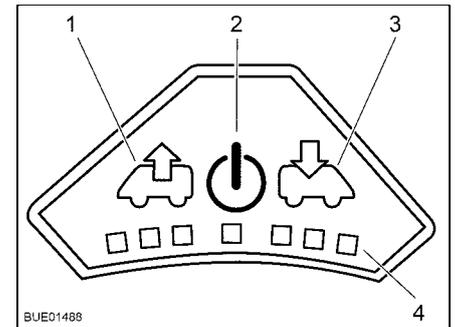

Fig. 116 Panneau de commande du ventilateur
Allumer : ■ Appuyer sur la touche Marche/Arrêt (Fig. 116,2). Le ventilateur fonction en mode confort (aération à faible vitesse de rotation).
- Pour augmenter la vitesse de rotation du ventilateur : Appuyer sur la touche Ventiler (Fig. 116,1). La vitesse de rotation du ventilateur augmente d'un niveau de puissance dans le sens de l'échappement. Les DEL (Fig. 116,4) montrent les niveaux de puissance.
- Pour réduire la vitesse de rotation du ventilateur : Appuyer sur la touche Aérer (Fig. 116,3). La vitesse de rotation du ventilateur diminue d'un niveau de puissance.
- Pour augmenter la vitesse de rotation du ventilateur : Appuyer sur la touche Aérer (Fig. 116,3). La vitesse de rotation du ventilateur augmente d'un niveau de puissance dans le sens de l'aération. Les DEL (Fig. 116,4) montrent les niveaux de puissance.
- Pour réduire la vitesse de rotation du ventilateur : Appuyer sur la touche Ventiler (Fig. 116,1). La vitesse de rotation du ventilateur diminue d'un niveau de puissance.
- Appuyer sur la touche Marche/Arrêt (Fig. 116,2). Le ventilateur s'arrête, les DEL s'éteignent.